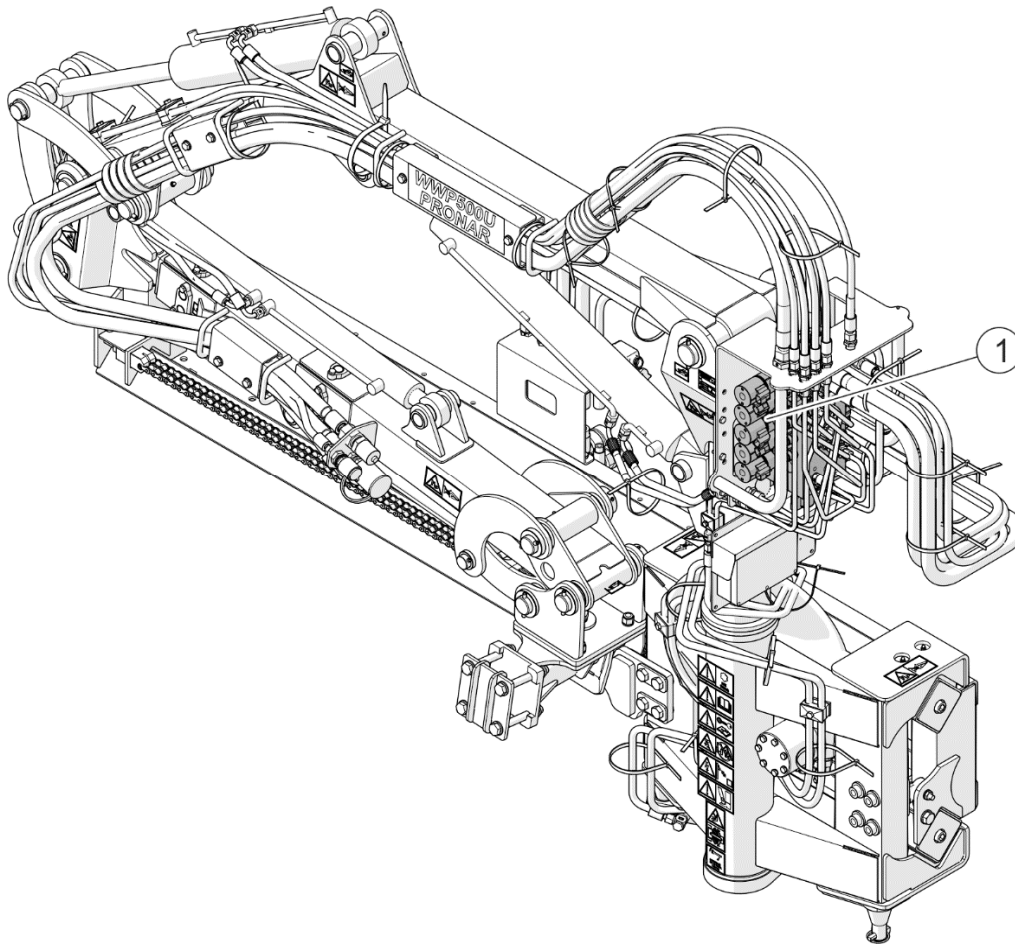

FIGURA 5.1 Distributor electrohidraulic
(1) distributor electrohidraulic al cilindrilor brațului de sprijin
Distributorul electrohidraulic (1) (FIGURA 5.1) este utilizat pentru a controla cinci cilindri hidraulici ai sistemului de sprijin. Manevrarea distributorului se face cu ajutorul panoului de comandă din interiorul cabinei transportorului universal. Verificați zilnic starea etanșeității conexiunilor distributorului.